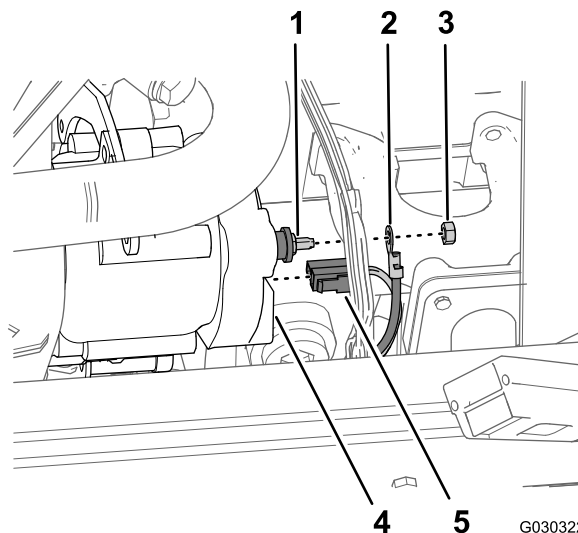

Bild 241
2. Ziehen Sie an der Rückseite der Lichtmaschine den 2-Buchsen-Stecker des Maschinenkabelbaums vom Flachstecker an der Lichtmaschine ab (Bild 241).
1. Nehmen Sie an der linken Seite des Motorraums die Mutter (6 mm), mit der der Kabelschuh für das Pluskabel der Batterie befestigt ist, vom Pluspol der Lichtmaschine ab (Bild 241).